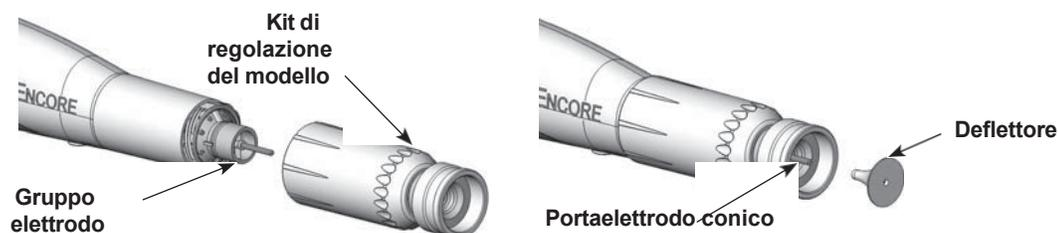

Figura 8 Installazione del kit di regolazione del modello
3. Vedere la Figura 8. Installare l'ugello conico integrato sul gruppo elettrodi e avvitare il dado dell'ugello in senso orario fino a quando non è serrato con le dita.